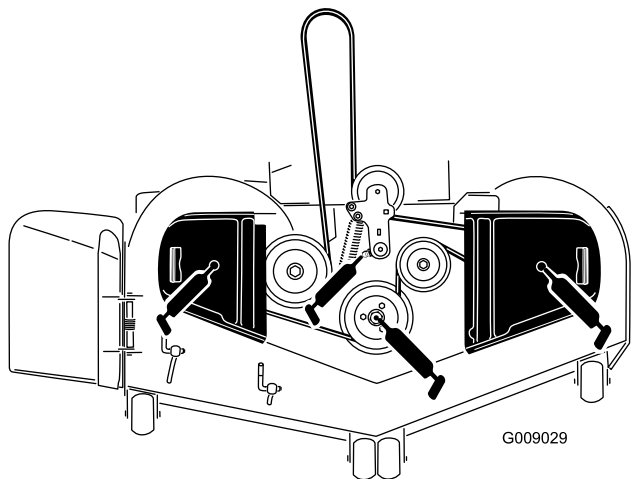

Figure 39
- Graissez le pivot de la poulie de tension du tablier de coupe jusqu'à ce que la graisse ressorte par le bas (Figure 39).
- Lubrifiez les roulements des 3 axes jusqu'à ce que la graisse ressorte par les joints inférieurs (Figure 39).
- Graissez le bras de la poulie de tension de la courroie d'entraînement (Figure 39).